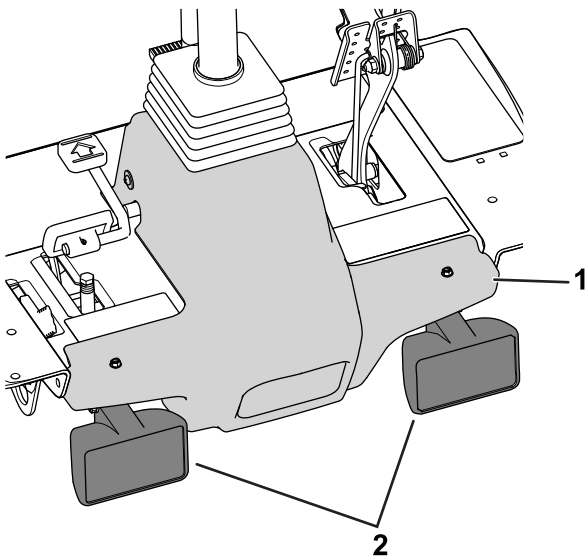

Bild 1
1. Ziehen Sie die Anschlüsse für die Haubenscheinwerfer ab und nehmen Sie die Befestigungen ab, mit denen die Plattformhaube am Maschinenrahmen befestigt ist (Bild 1).